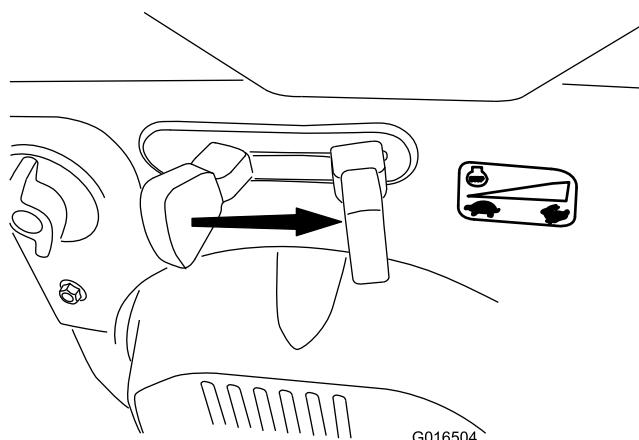

Рисунок 30
- Переведите дроссельный кран в положение Fast (Быстро) (Рисунок 30).